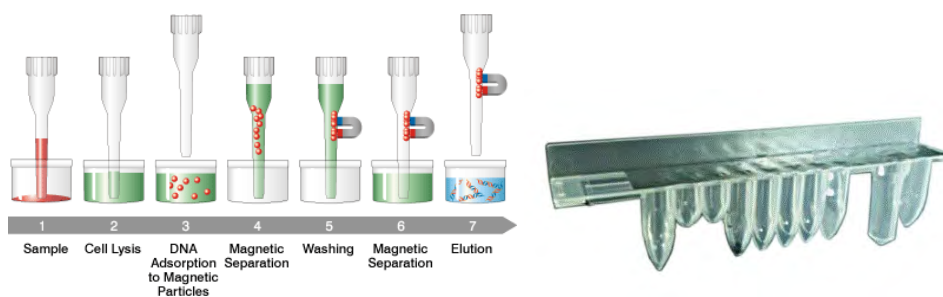

Figura 1.3: Principio di estrazione degli acidi nucleici e cartuccia di estrazione ELITE InGenius SP 200
- Il set di reagenti è stato ottimizzato per l'isolamento di acidi nucleici da campioni di 200 µL (Figura 1.3: ELITE InGenius – SP200 Cartuccia e principio di estrazione).